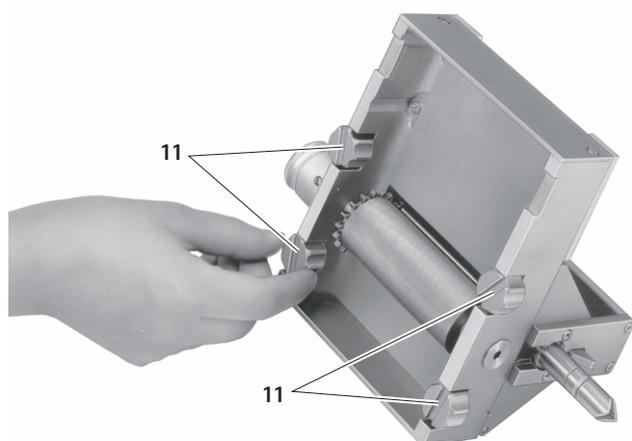

Fig. 1
- ▶ Girare il dispositivo di taglio 4 in modo che le quattro viti 11 divengano visibili, vedere Fig. 1.
- Girare il dispositivo di taglio 4 in modo che le quattro viti 11 divengano visibili, vedere Fig. 1.